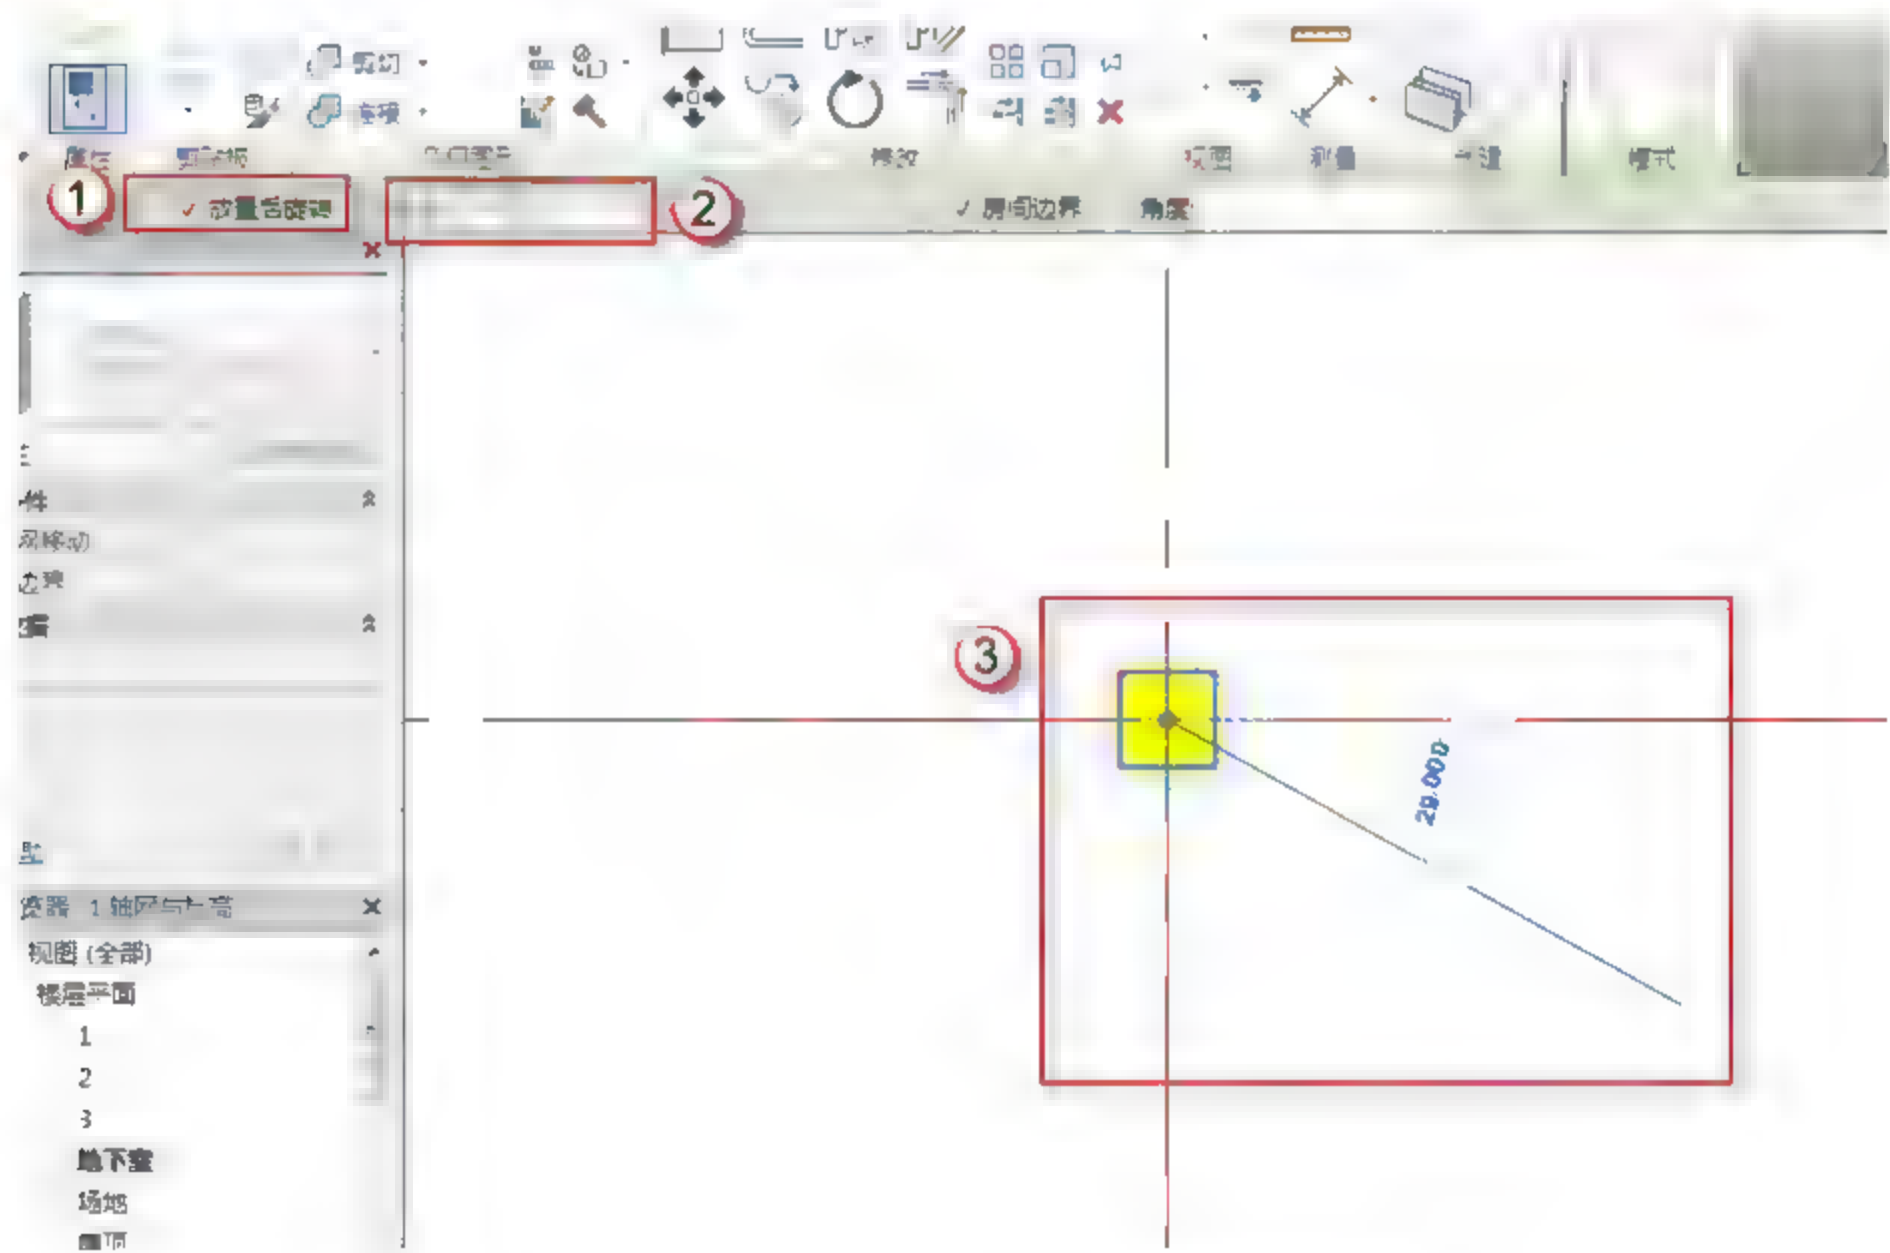

图 9.1.8 “600mm×600mm”柱的布置
(8) 柱的布置。在绘图界面中，选中“放置后旋转”复选框，选择“高度”并选择对应柱的楼层，在需要插入柱的位置插入所需要的柱，然后移动光标将柱放置成项目所需要的角度，单击确定，如图 9.1.8 所示。